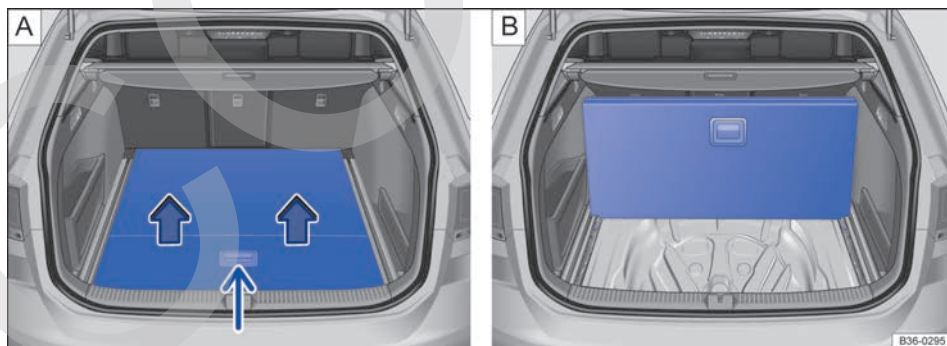

Fig. 233 En el maletero: colocar el piso del maletero en vertical.
- Levante el piso del maletero por el asidero → fig. 233 A (flecha pequeña) y colóquelo en posición vertical tal y como se muestra → fig. 233 B.